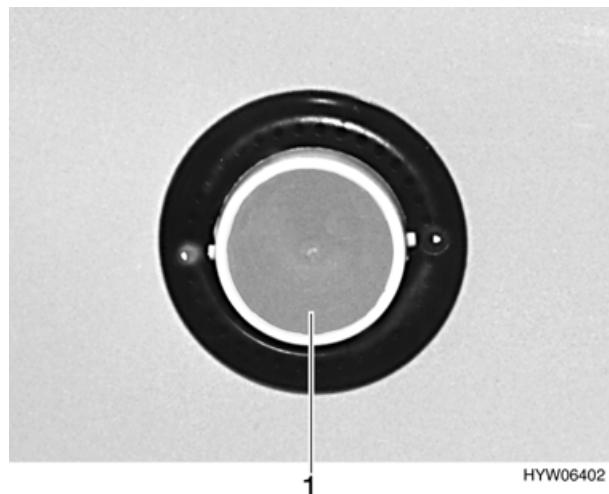

Fig. 97 Illuminazione del vano WC
- Comprimere il vetro della luce (Fig. 97,1) ai due naselli e estrarlo.